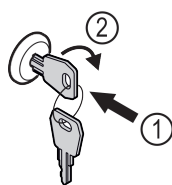

Fig. 192 Simbolična slika
- Vstavite ključ Fig. 192 (1).
- Ključ obrnite v smeri urnih kazalcev za 90° Fig. 192 (2).